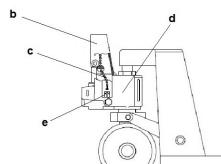

Figura 2
- Haga pasar la cadena (c) (Figura 2) de la manilla (b) (Figura 2) a través del agujero central del perno (a).
- Incorpore la parte terminal de la cadena (c) (Figura 2) al alojamiento del estribo (e) (Figura 2) y engáncela con la tuerca que se encuentra en el extremo.